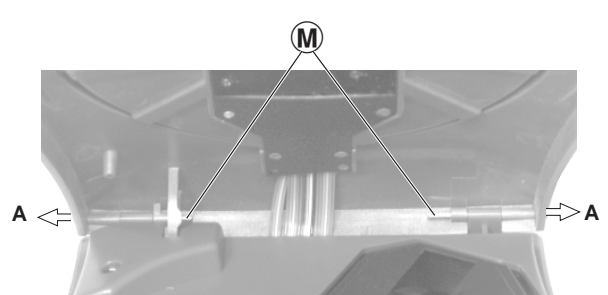

Fig. 9
- Beide Scharnierstifte Ƨ (Fig. 9) mit einem Schraubendreher in Pfeilrichtung A drücken und von außen mit einer Zange herausziehen.
- Press both hinge pins Ƨ (Fig. 9) in the direction of arrow A using a screwdriver and pull them out from outside with pliers.